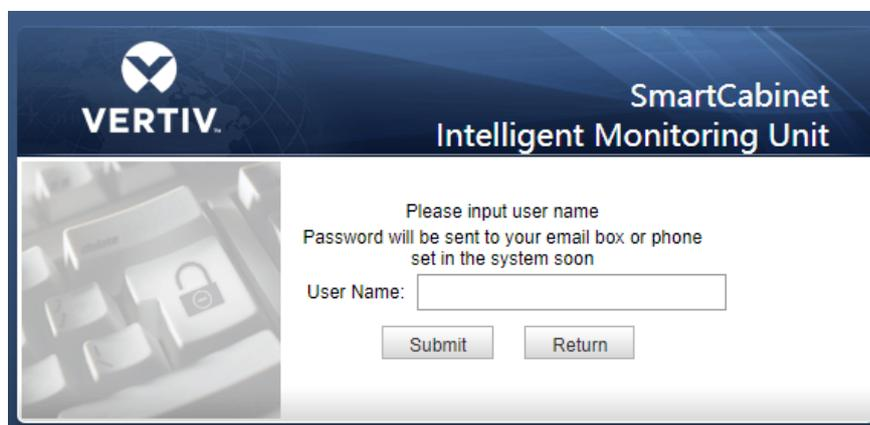

図 3-34 パスワード取得画面
- 1) ユーザー・パスワードを忘れた場合は、ログインページの **Forgot Password** ボタンをクリックする。パスワード取得ページが開く(図 3-34 参照)。